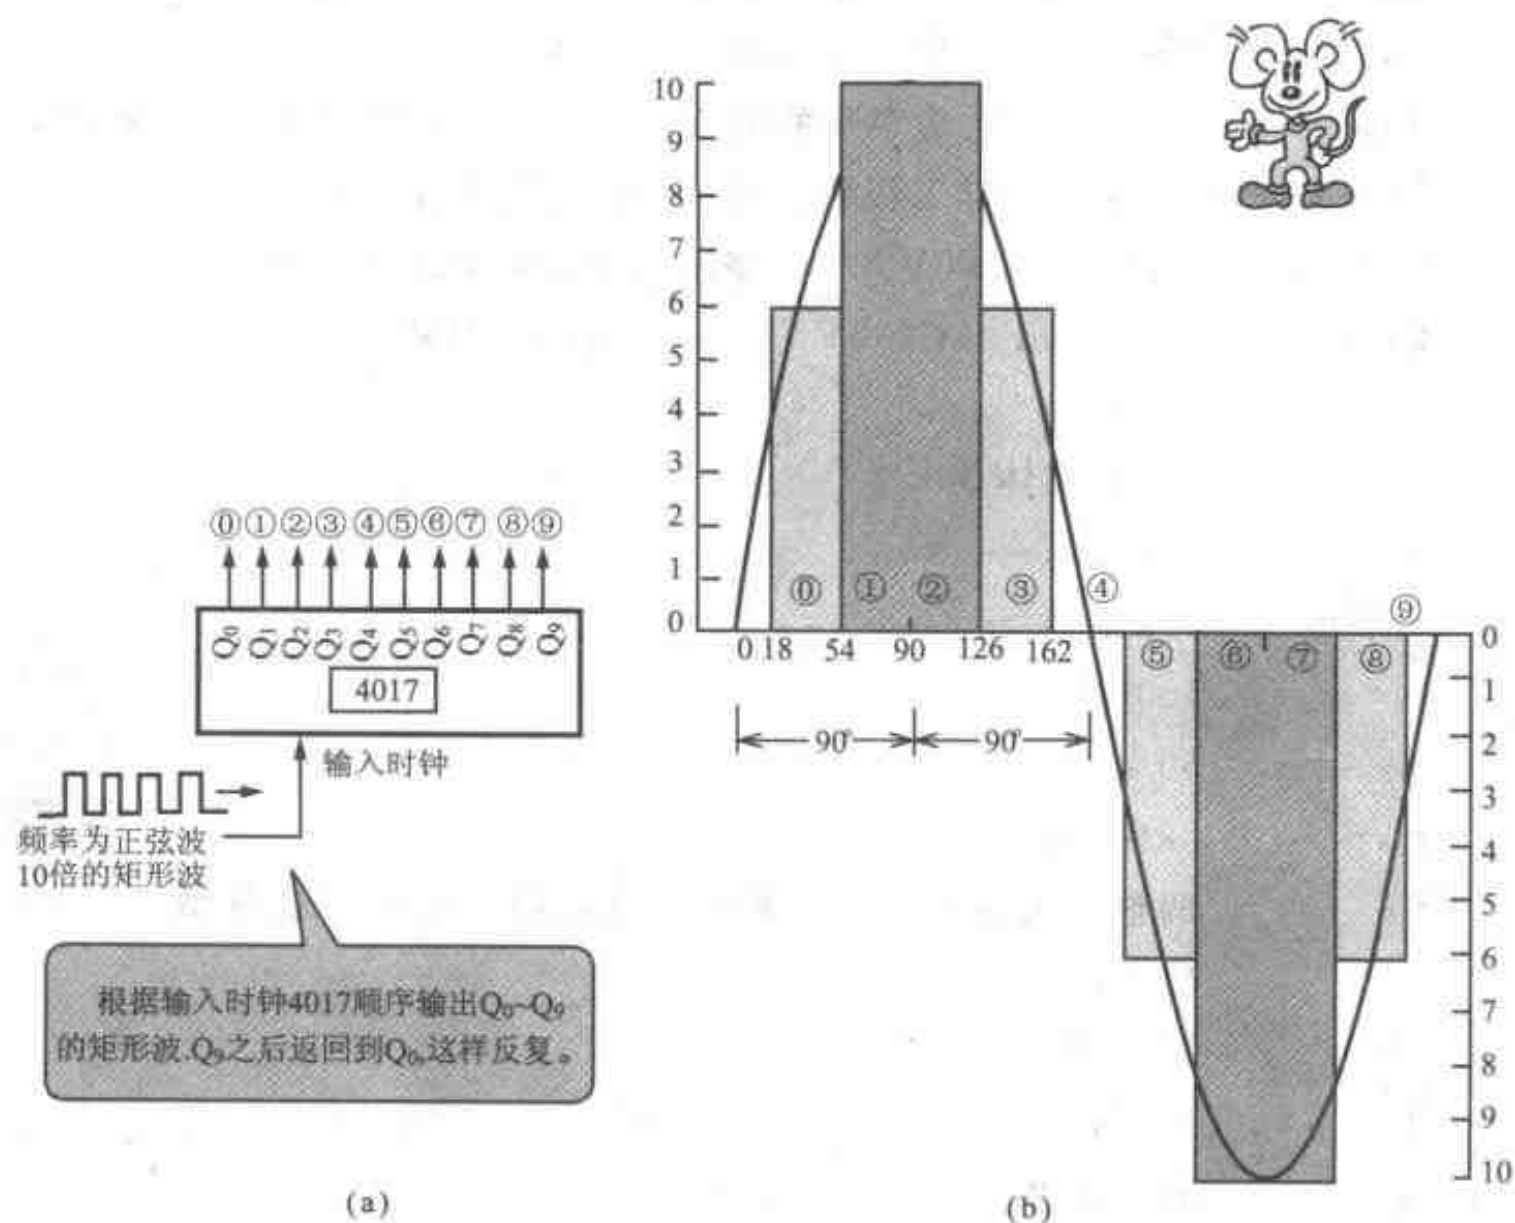

图 2 频率为正弦波 10 倍的矩形波
使用 CMOS 4017 的 10 级(10 段)10 进制计数器,将矩形波 2 级重叠使之接近正弦波。波形如图 2(b)所示。图中,在 Q_0 时,输出 60% 的输出电压, Q_1 , Q_2 时 100% 的输出电压,其次,在 Q_3 时,再次下降到 60%, Q_4 时为 0%,从 Q_5
回到原点,一旦4017的10进制计数器施加脉冲,就从 Q_0 到 Q_9 顺次出来脉冲。第10个脉冲再回到原点这样反复。将这样顺次出来的脉冲如图2所示的①,②,③,④那样抽中时,能够得到与图3(c)的形状类似的形状。由于输入时钟是以10个脉冲旋转1回,输出正弦波的1循环,则施加时钟的频率是输出波形的10倍。如果输出波形是60Hz,时钟就是600Hz的矩形波。
虽然由图2就能够明白,由于波形中的①和③(即 Q_0 和 Q_3),①和②(即 Q_1 和 Q_2)可以是相同波高值的脉冲,如图1的电路图所示, Q_0 和 Q_3 , Q_1 和 Q_2 分别用二极管合成。脉冲应当从 Q_0 向 Q_9 ,按次序只能出来一个,当合成时,理应附加二极管使得不吸入反向电流。其次,由于附加了二极管,又附加了 $r_1\sim r_7$ 的稳定电阻。一旦忘记附加稳定电阻,电路就不稳定。